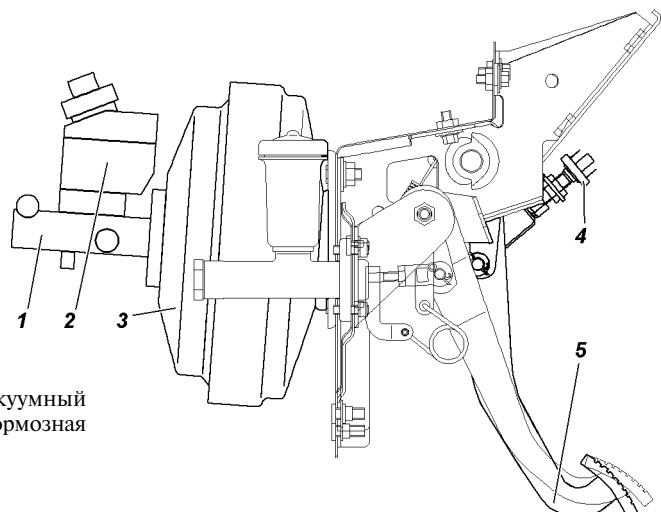
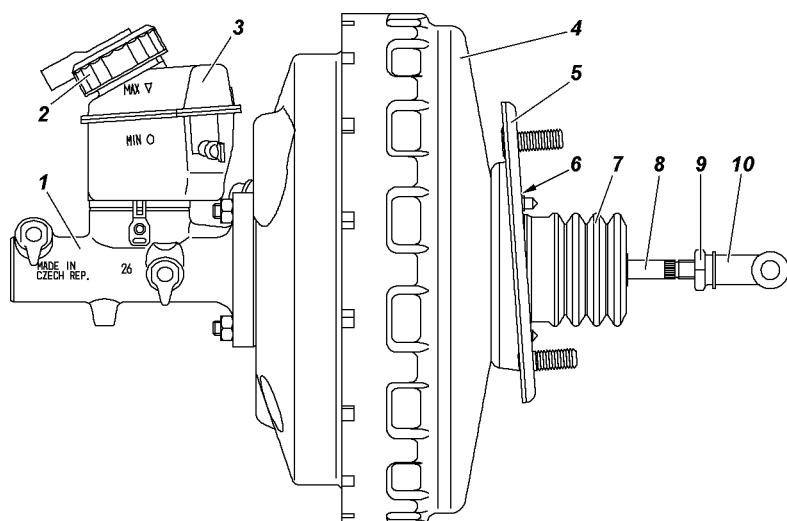
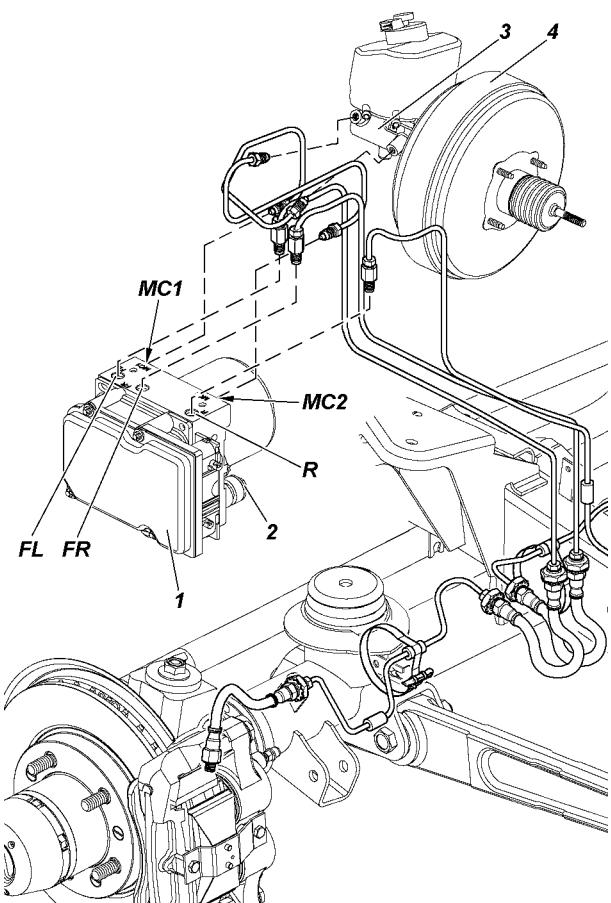

Рис. 13.3. Привод главного цилиндра:
Рис. 13.4. Блок вакуумного усилителя с главным тормозным цилиндром:
Рис. 13.5. Установка гидравлического модулятора:
Привод рабочей тормозной системы (рис. 13.3) включает педаль, блок вакуумного усилителя с двухкамерным главным тормозным цилиндром (рис. 13.4) с датчиком уровня тормозной жидкости, гидравлический модулятор (рис. 13.5) АБС, датчики скорости передних и задних колес, установленные на корпусах поворотных кулаков переднего моста и фланцах кожуха заднего моста соответственно, датчик ускорения, установленный в салоне автомобиля под облицовкой туннеля пола, импульсные диски, установленные на ступицах передних и задних колес, трубопроводы с соединительной арматурой, блоки цилиндров передних тормозных механизмов, колесные цилиндры задних тормозных механизмов.
Систематически проверяйте уровень жидкости в бачке главного тормозного цилиндра и в случае необходимости доводите его до нормы. Уровень жидкости в бачке 3 (см. рис. 13.4) проверяется визуально по меткам, нанесенным
Гидравлический модулятор (см. рис. 13.5) АБС устанавливается в моторном отсеке на левом брызговике на кронштейне, регулировок не требует. Обслуживание заключается в проверке надежности крепления и герметичности соединений с трубопроводами.
*Регулировку свободного хода педали* производите изменением положения упора выключателя 4 (см. рис. 13.3) сигнала торможения. Затяните гайки.